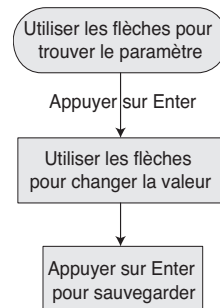

Figure 12 - Modification de la valeur d'un paramètre.
B. Suivre la séquence de touches de la figure 12:
Le mot de passe verrouille ou déverrouille les touches bleues du clavier. Tous les PENTEK INTELLIDRIVE sont expédiés d'usine avec le mot de passe par défaut 7777. On peut le changer pour un autre nombre de 4 chiffres. Pour changer le mot de passe, déverrouiller le clavier (voir ci-dessous) et suivre la séquence de touches de la Figure 12 pour le changement.